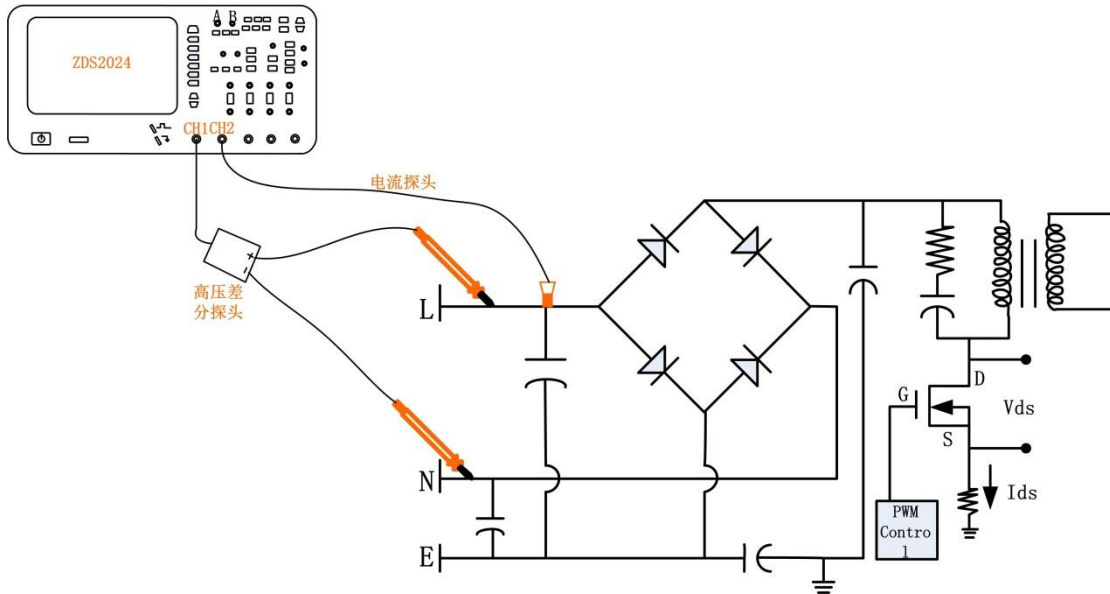

图 7.5 探头接入线路
(1)、首先需要测量出输入端的电压和电流, 将高压差分探头的 BNC 母头接入示波器的通道 1, 其探针接入电源输入端的 L 线 (探头红色端) 和 N 线端 (探头黑色端), 电流探头的 BNC 母头接入示波器通道 2, 电流钳接入电源输入端的 L 线端进行测量, 具体接入线路如图 7.5 所示。
(1)、测量冲击电流与上述的谐波分析类似，电路如图 7.5 所示。电源处于不上电状态，通道 1 接入高压差分探头，通道 2 接入电流探头。